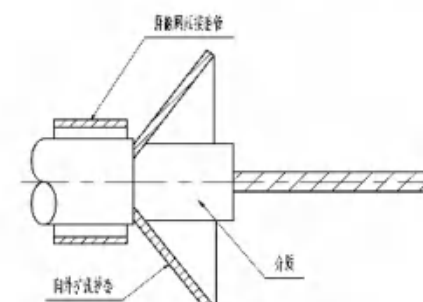

图 4.3-7
②按图 4.3-7 所示将压接套向后滑动到电缆外套上, 将屏蔽层张开, 将电缆绝缘介质剥去。